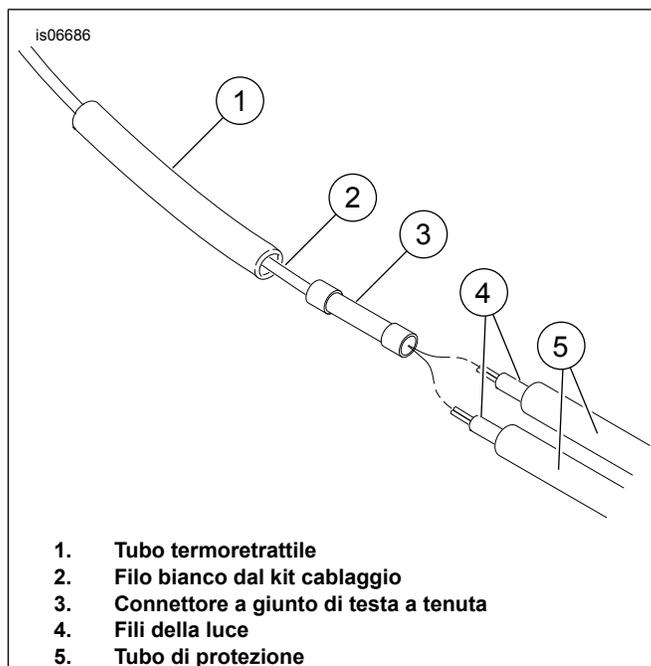
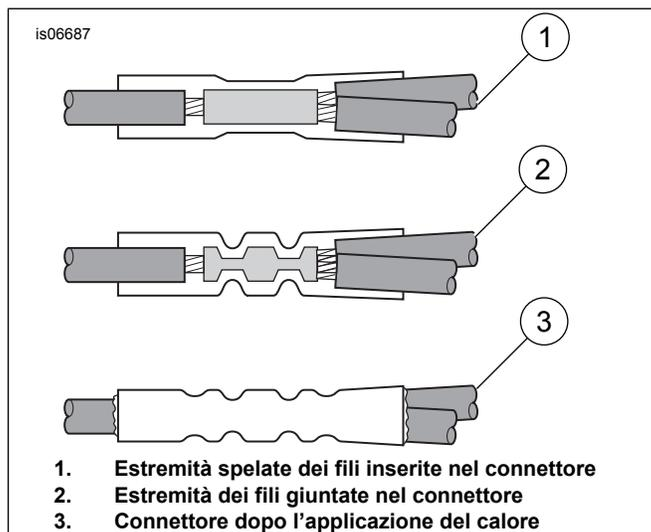

Figura 8. Collegamento dei fili della luce al cablaggio del kit
Figura 9. Installazione dei connettori a giunto di testa a tenuta
21. Vedere Figura 8 e Figura 9 e la sezione CONNETTORI A GIUNTO DI TESTA A TENUTA del manuale di manutenzione. Far scorrere il tubo termoretrattile (1) sul filo bianco (2) dal kit cablaggio, quindi giuntare il connettore elettrico (3) al filo con l'apposita pinza per giuntaggio N° codice H-D 38125-8.
22. Portare entrambi i fili della luce (4) al connettore. Accorciano i fili, lasciando circa 25 mm (1 in) di filo oltre al connettore a giunto di testa. Tagliare il tubo di protezione dei fili (5) all'incirca di 38 mm (1,5 in) dall'estremità del filo.
24. Inserire le estremità dei fili di entrambe le luci (4) nel connettore elettrico (3) e giuntare i fili al connettore con l'apposita pinza per giuntaggio.